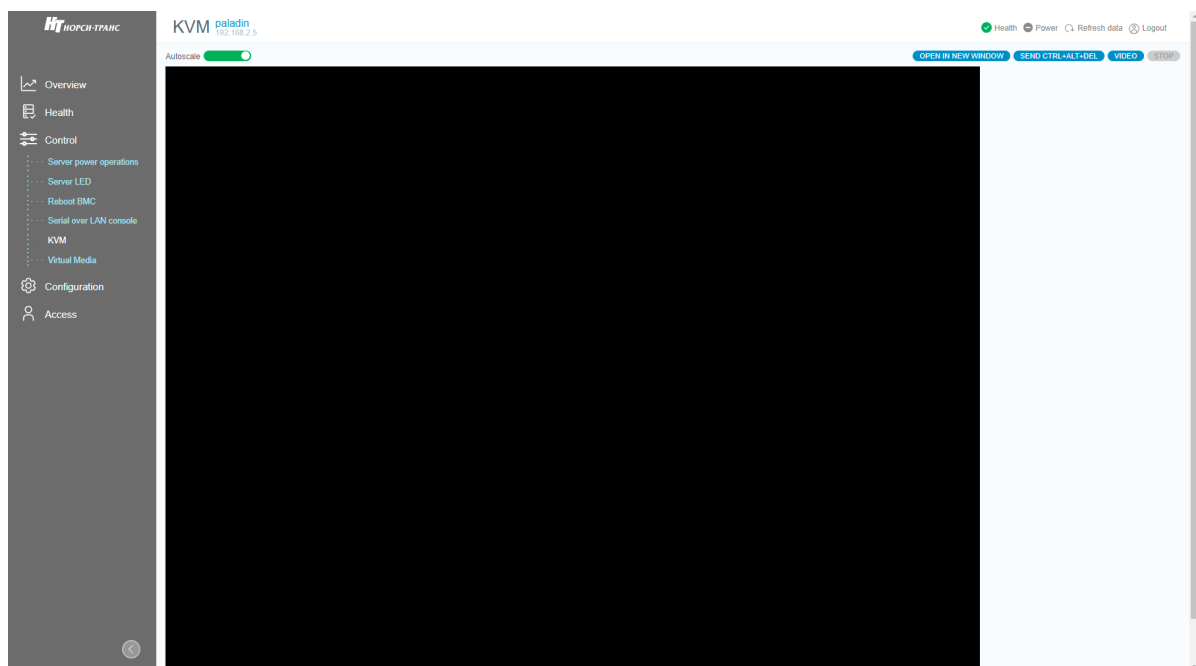

Рис. 76. Окно «KVM»
- 6) Пройдите во вкладку «Control» → «KVM» в данной вкладке осуществляется удаленное управление BIOS. Окно показано на рис. 76 Окно «KVM»